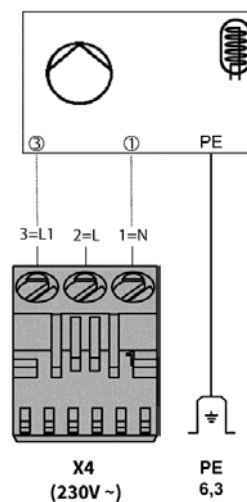

Abb. 24: Anschluss Ladepumpe für Trinkwarmwasserspeicher
- Schließen Sie die Ladepumpe gem. Abb. 24 am Stecker X4 an.